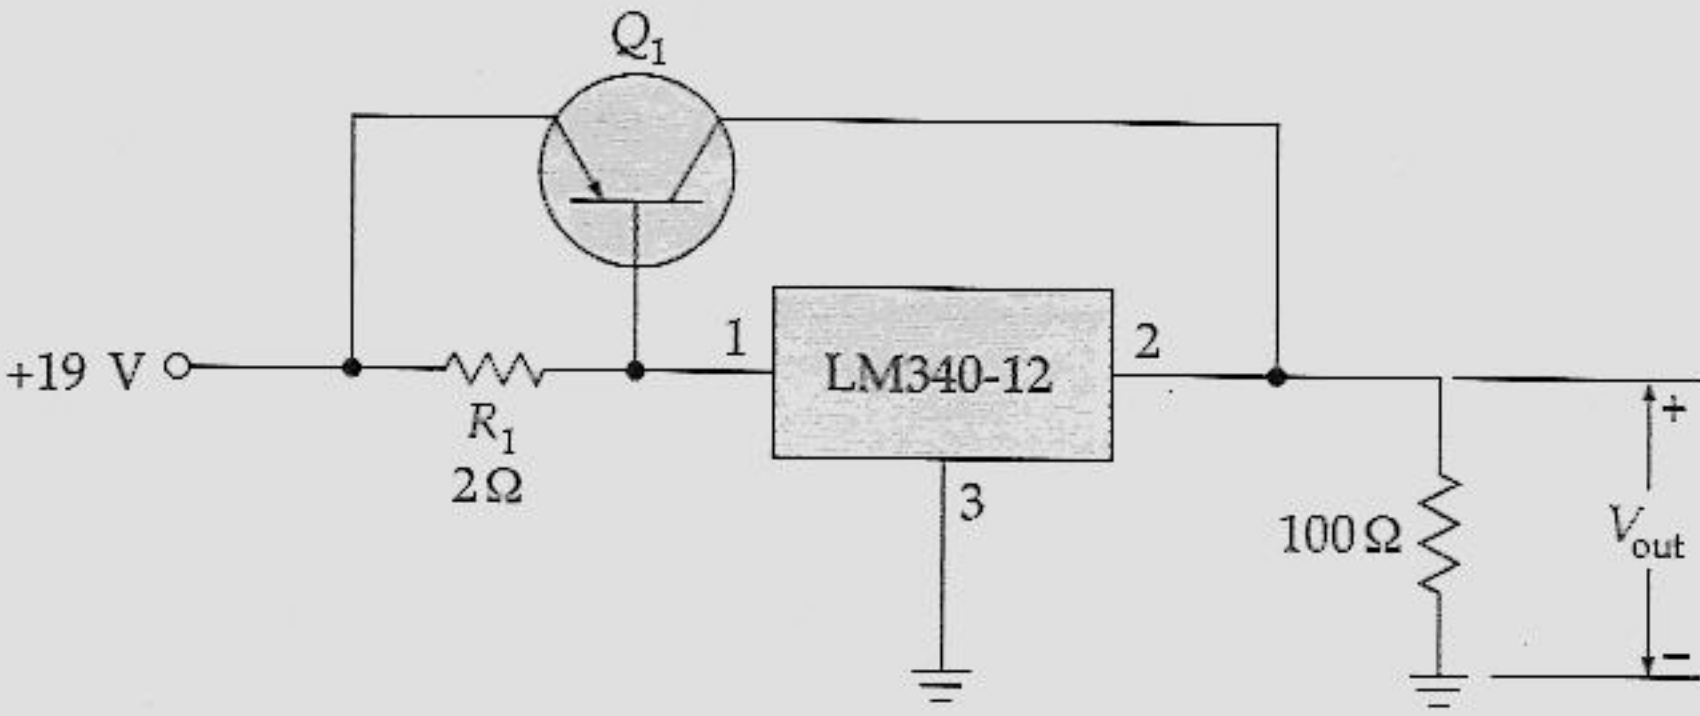

Figura 23.33
- 23.15 Qual a dissipação de potência do LM340-12 no circuito da Figura 23.33?
- 23.16 Se a tensão de entrada do circuito da Figura 23.33 possuir uma tolerância de $\pm 10\%$, qual será a dissipação de potência, na pior situação, para o LM340-12?